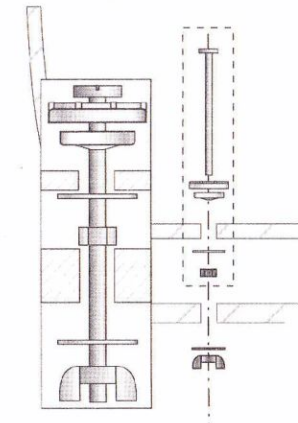

Рис. 3
4.4 Прodelайте вышеуказанные действия со вторым винтом по аналогии (Рис. 3).
4.7 Наденьте на винты по пластиковой шайбе и зафиксируйте бачок, стянув крепления специальными гайками-«барашками» (Рис. 3). **ВНИМАНИЕ!** Убедитесь, что при установке смывного бачка на унитаз Вы не сдвинули прокладку с места и не перегородили отверстие для слива воды.